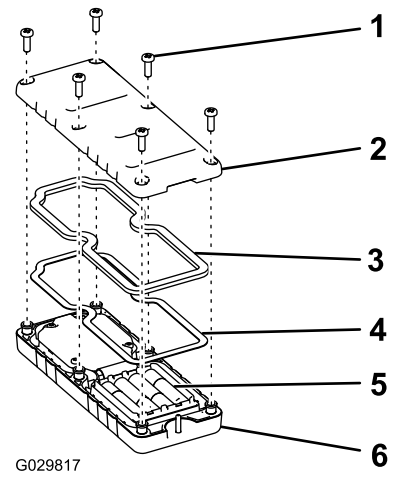

图6
3. 确保钢垫片和橡胶密封件正确放置于遥控器的槽内，然后将后盖放回原位（图6）。
4. 用 6 个螺丝固定后盖（图6），上紧螺丝扭矩至 $1.5 \sim 1.7 \text{ N} \cdot \text{m}$ 。
2. 将电池逐一放入电池端子仓位，遵循正确的电池极性（图6）。